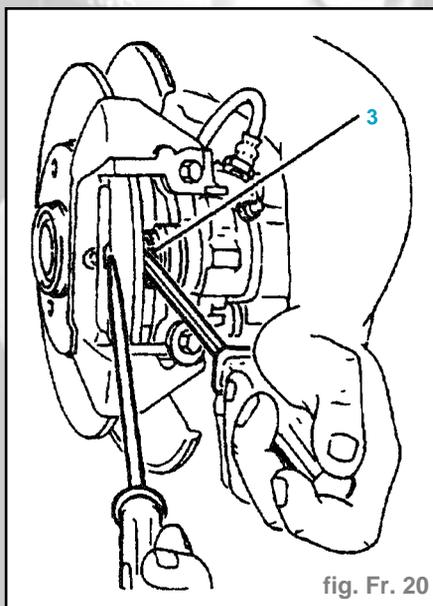

fig. Fr. 20
- À l'aide d'un tournevis de section carrée 7 mm, visser le piston (3) tout en appliquant un effort axial sur l'étrier (fig. Fr. 20).